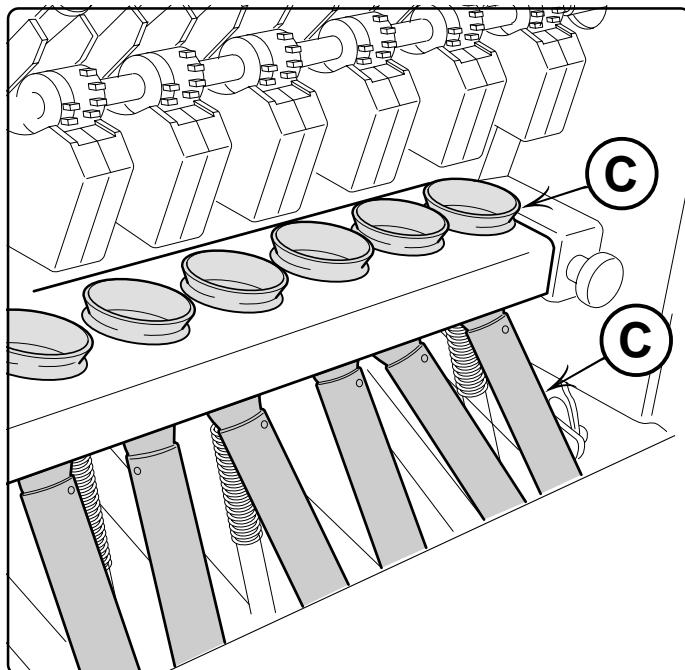

Fig. 24
Controllare che siano aperte solo le lame dei distributori che hanno il tubo telescopico (C Fig. 24), tutte le altre devono essere chiuse.
Make sure that only the blades of the distributors that have the telescopic tube (Fig. 24, C) are open; all the others must be closed.
Contrôler l'ouverture des lames des distributeurs qui ont le tube télescopique (C Fig. 24); toutes les autres lames seront fermées.
entre los órganos surcadores), y fijarla nuevamente con los tornillos. Controlar que estén abiertas sólo las planchas de los distribuidores que tienen el tubo telescopico (C Fig. 24) todas las demás tendrán que estar cerradas.
*Für die korrekte Einstellung der Armlänge muß auf Abb. 24 und auf folgende Regel Bezug genommen werden:*